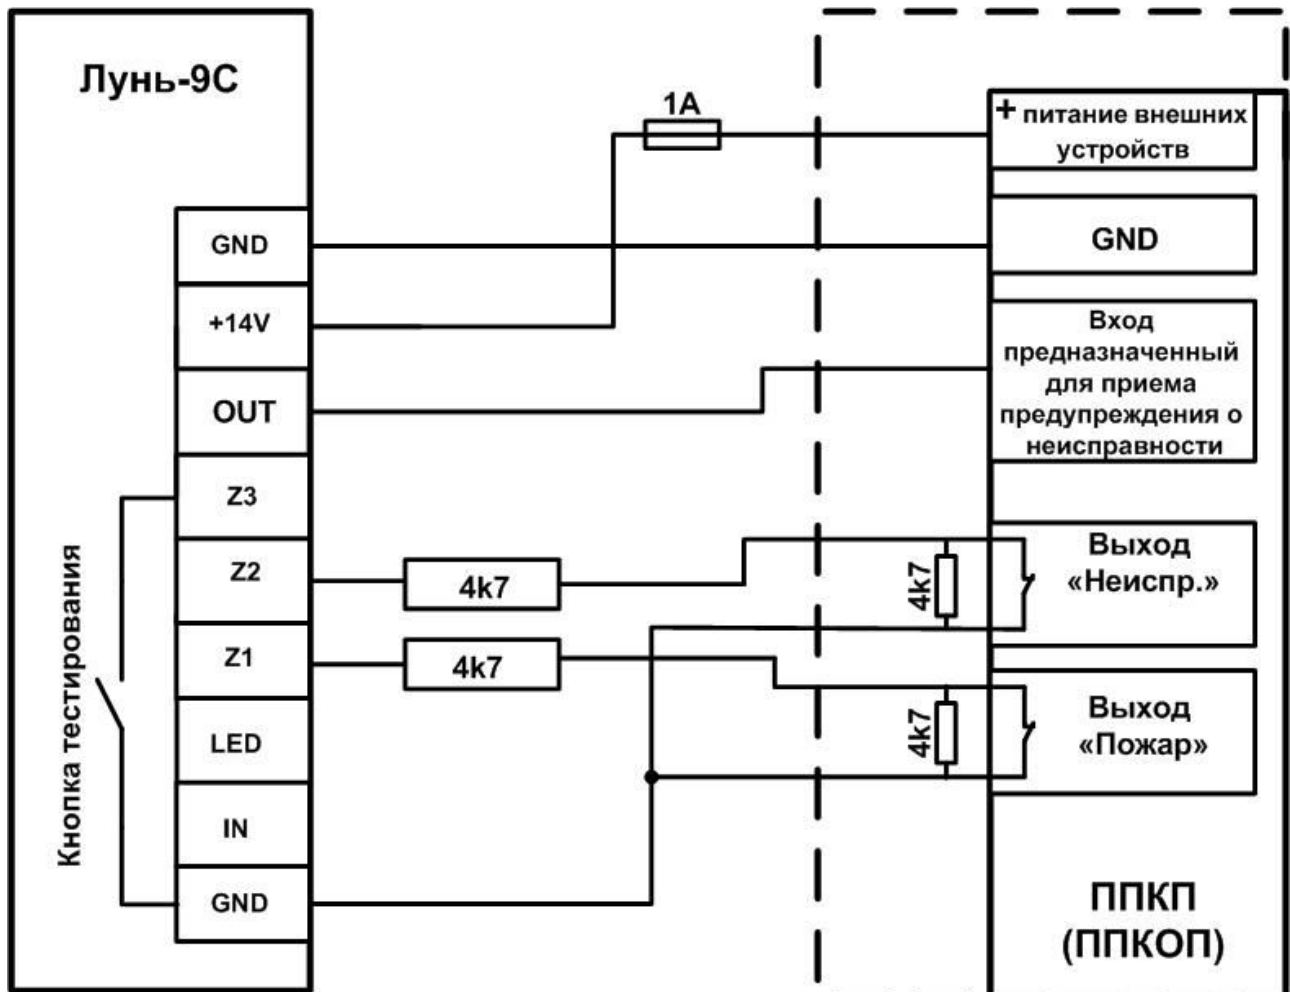

Рисунок 3 – Схема подключения изделия к ППКП (ППКОП). Пример 1
1. Входы изделия подключаются к релейным выходам ППКП (ППКОП), которые предназначены для передачи сообщения о пожаре и предупреждения о неисправности на ПЦН (см. Рисунок 3).